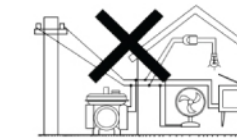

Abb. 3
- Schließen Sie den Generator nicht an das herkömmliche Stromnetz an (Abb. 3).